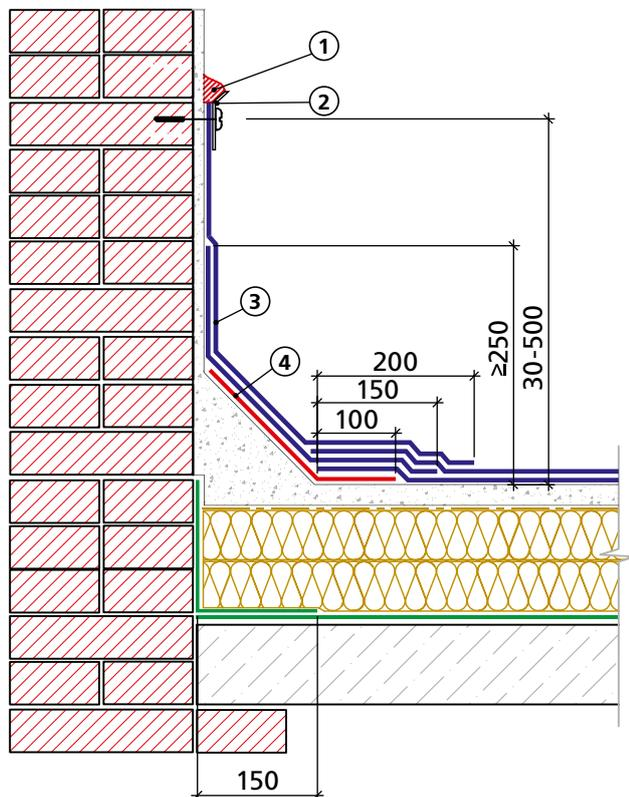

Рис. 3.8. Слои усиления и дополнительные слои кровельного ковра:
**3.6.1.** В местах примыканий к вертикальным поверхностям основной кровельный ковер усиливают дополнительными слоями (см. рис. 3.8).